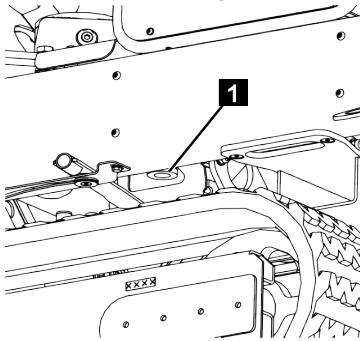

Fig. 173
6. Changer la cartouche filtrante (Fig.173/1).